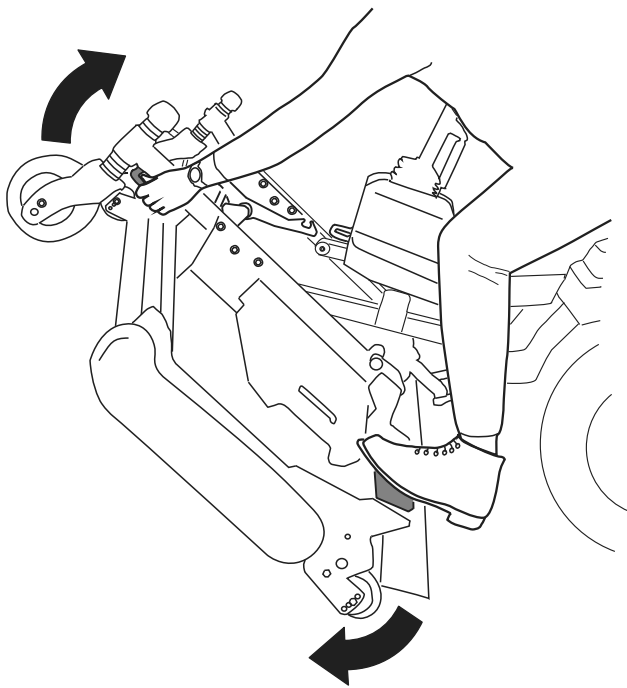
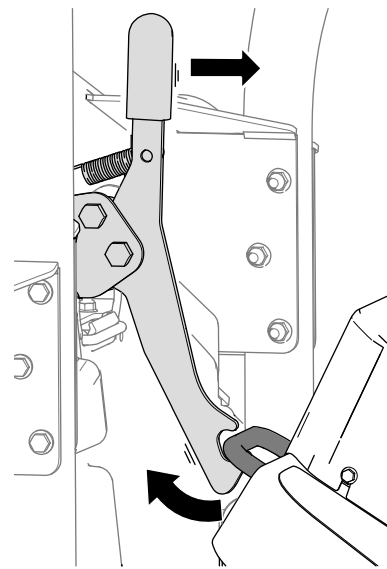
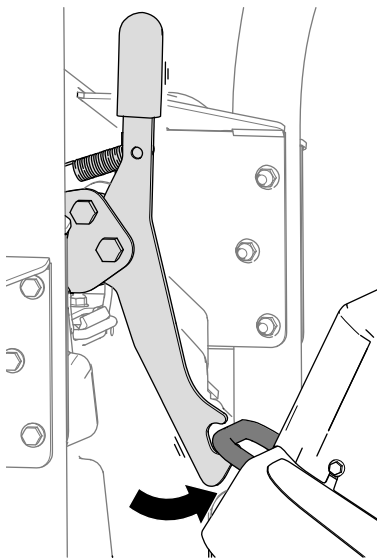

Bild 35
Bild 37
Bild 36
5. Drehen Sie das Mähwerk (Bild 35) so, dass die Verriegelung in die Befestigungshalterung (Bild 36) einrastet.
1. Lösen Sie die Verriegelung des Mähwerks von der Befestigungshalterung (Bild 37), indem Sie das Mähwerk leicht nach vorne drehen (siehe Bild 35) und den Verriegelungsgriff nach vorne ziehen.